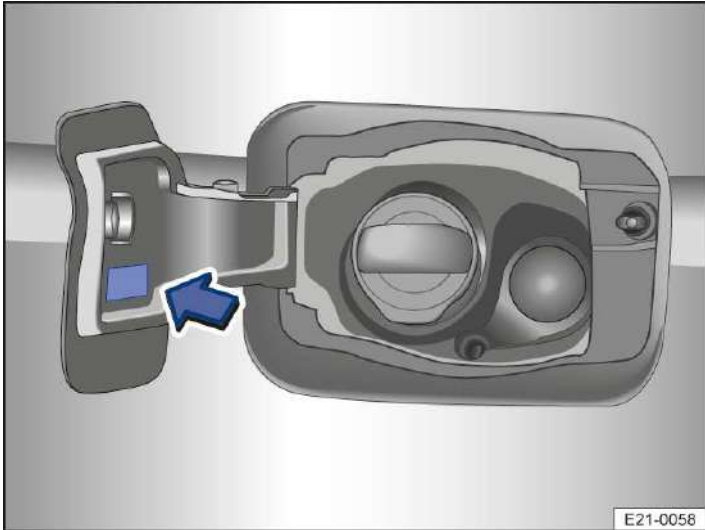

Abb. 1 An der Innenseite der Tankklappe:
Die zu tankende Art des Kraftstoffs ist abhängig von der Motorisierung des Fahrzeugs. In der Innenseite der Tankklappe befindet sich werkseitig das Kraftstoffhinweisschild mit der Angabe des zu verwendenden Kraftstoffs für das Fahrzeug → *Abb. 1*.
- Am Fahrzeug auf dem Kraftstoffhinweisschild in der Tankklappe → *Abb. 1*.